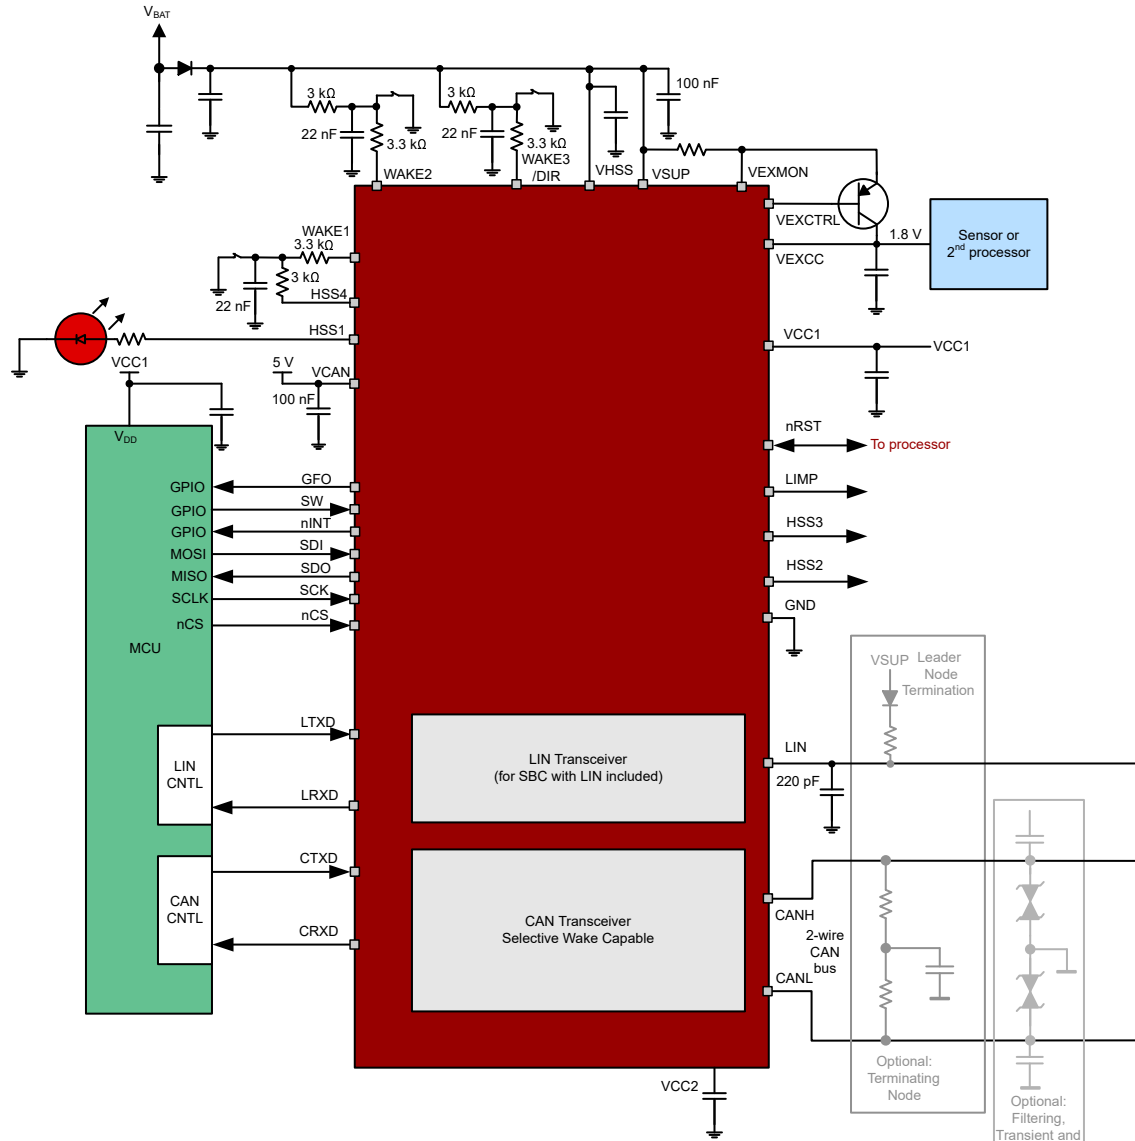
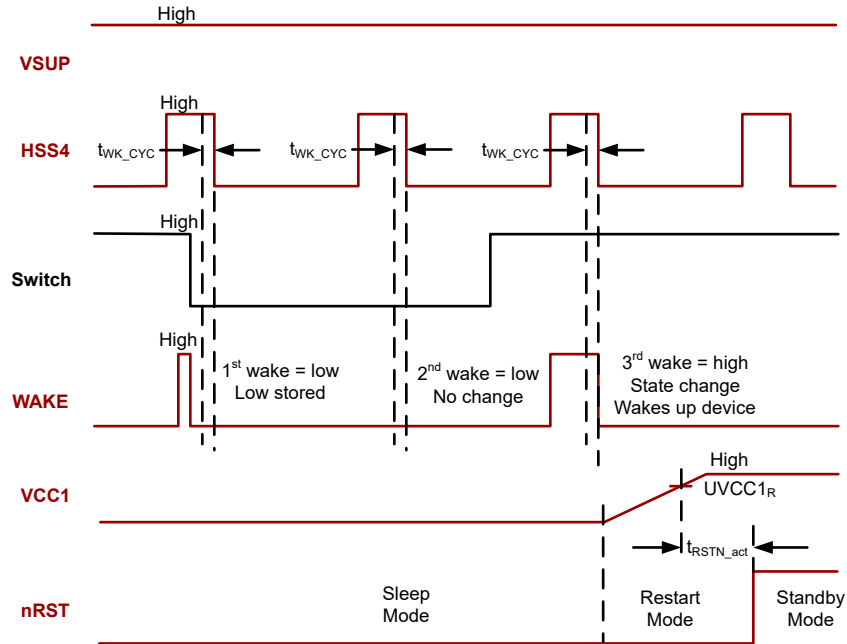

图 8-36. 采用循环检测配置的应用图
图 8-37. 循环检测时序图
使用循环检测唤醒功能时，在睡眠模式下器件的静态电流会减小，因为 WAKE 电路仅在所选 HSS4 引脚的导通时间内处于工作状态，请参阅图 8-36。HSS4 引脚定期导通，将 VSUP 施加到外部本地唤醒电路。每次，WAKEx 都会设置一个指明引脚为高电平或低电平的位，并将该位与上一状态进行比较。如果发生变化，器件会唤醒；否则器件保持睡眠模式。有关时序图，请参阅图 8-37。采样窗口的唤醒引脚滤波时间基于  $t_{WK\_CYC}$ ，如图 8-37 所示。要在睡眠模式下启用循环检测唤醒，请在进入睡眠模式之前执行以下配置。
- 将所需的 WAKE 引脚连接到 HSS4，如图 8-36 所示